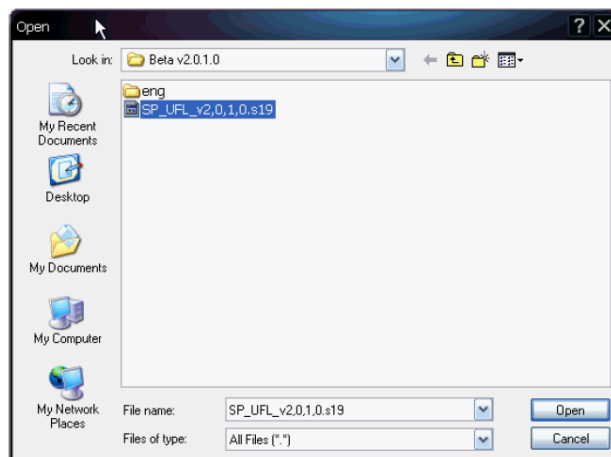

Figura 14: *Firmware Folder*
25. Vá ao NavCom\Firmware no PC (ver Figura 14).